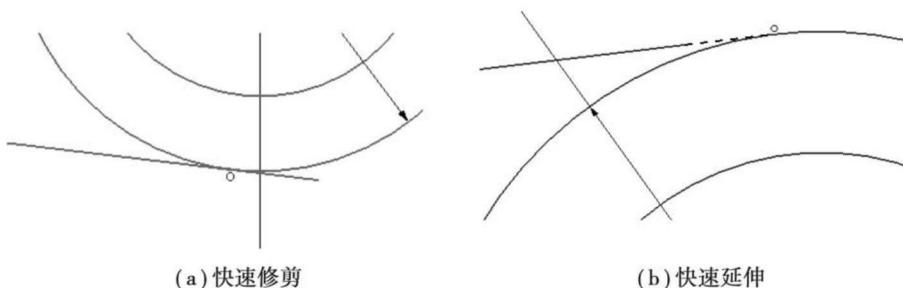

图 1.12
(11) 单击“快速修剪”按钮~~✓~~，选择如图 1.12(a)所示相交后多余的线段。单击“快速延伸”~~✓~~，选择如图 1.12(b)所示线段。